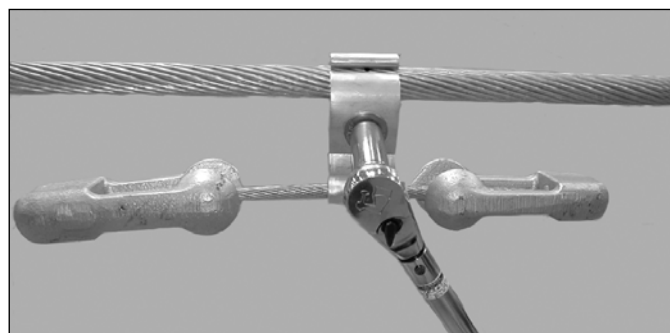

Figura 7: Aperte o Parafuso com um Torquímetro
3.05 Aperte o Parafuso da Garra contra o Corpo (Figura 7). Apropriados níveis de torque estão listados na Tabela 1.